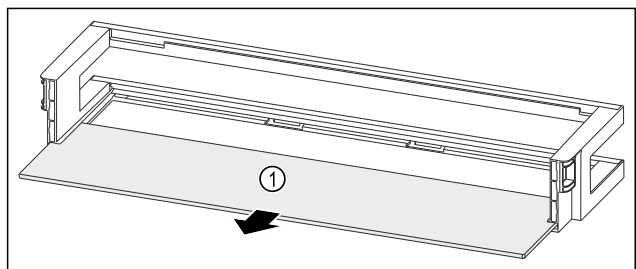

Fig. 274 Balconcino controporta con ripiano
- Rimuovere il ripiano Fig. 274 (1).